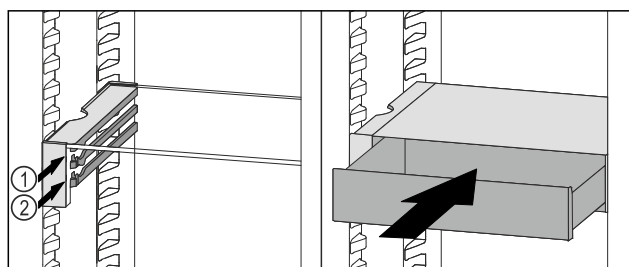

Fig. 146
- VarioSafe-lade achter de stoppers op de gewenste rib Fig. 146 (1) of Fig. 146 (2) plaatsen.